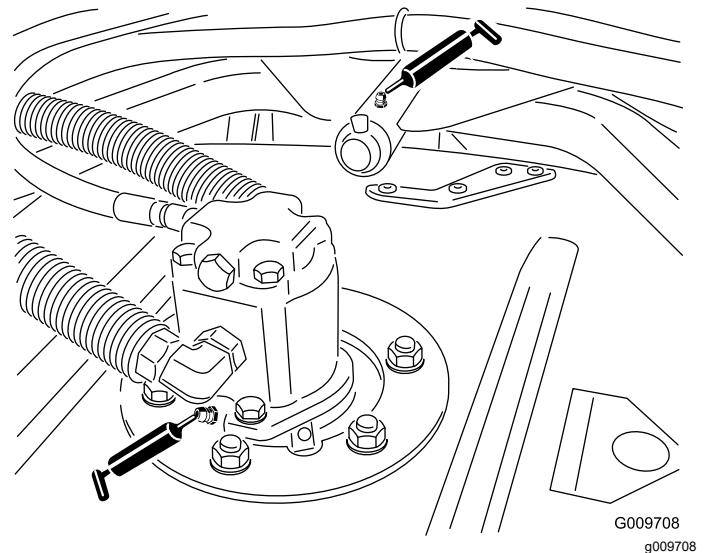

図 78
- 図 78 に示す、スピンドルシャフトのベアリングカッティングユニット 1 台に 2ヶ所
- 図 78 に示す、刈り込みデッキのキャリアアームのブッシュカッティングユニット 1 台に 1ヶ所